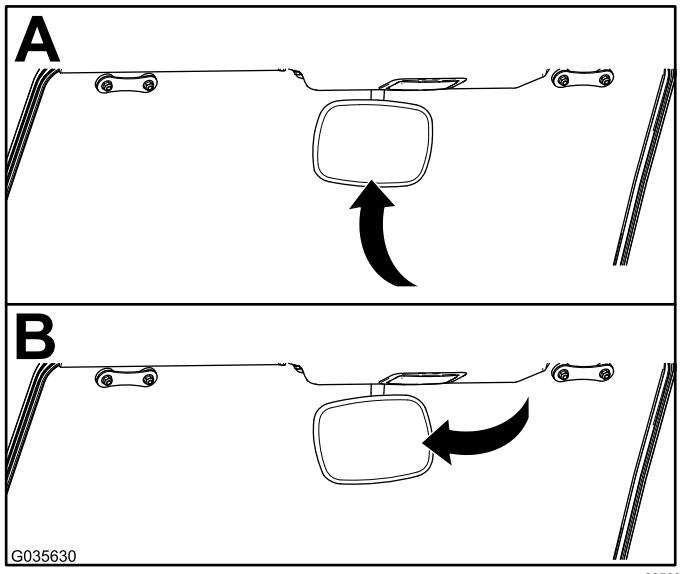
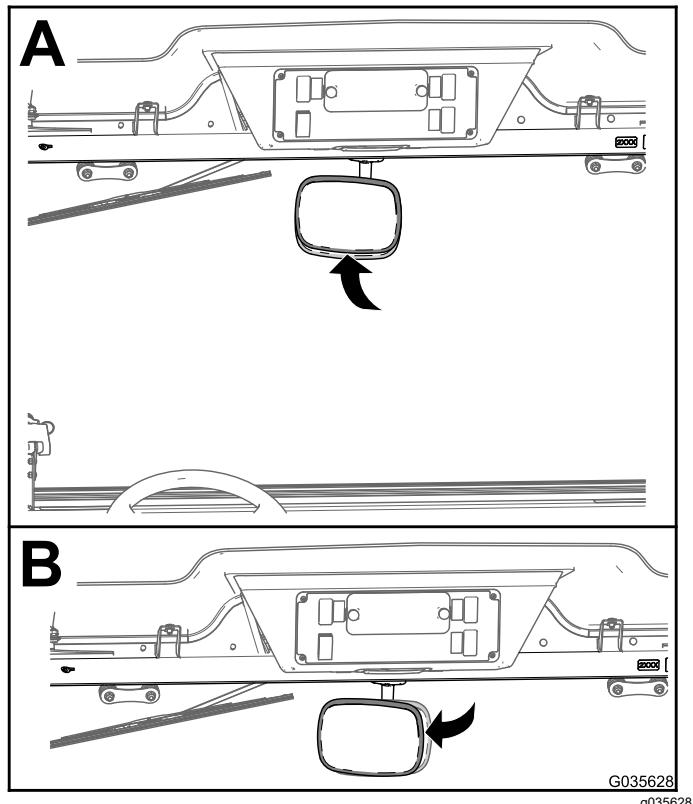

図 7
図 8
- 両手を使ってミラーを上下方向に動かして調整する 図 7 または図 8 のA。
2. 両手を使ってミラーを左右方向に動かして調整する 図 7または図 8のB。